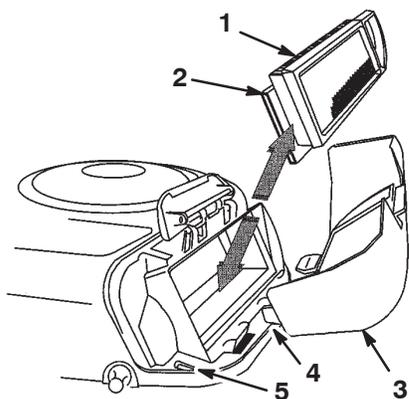

Figure 24
- Sortez avec précaution les éléments en papier et en mousse du carter de soufflante (Fig. 24).
- Placez les languettes du couvercle du filtre à air en face des fentes du carter de soufflante (Fig. 24).